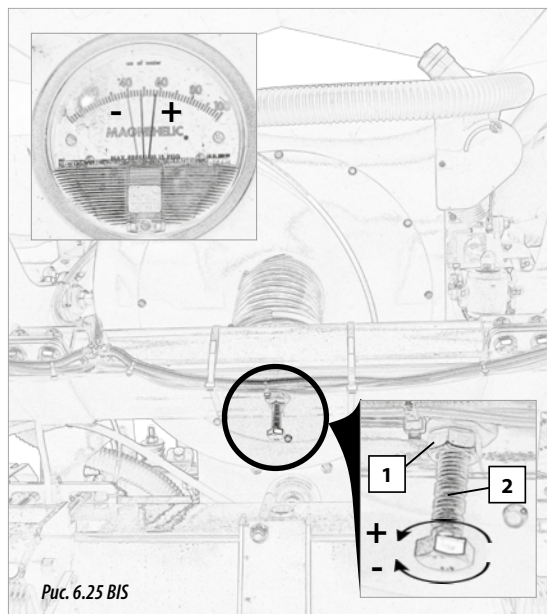

Рис. 6.25 BIS
Тяга всасывания вентилятора измеряется манометром (рис. 6.25). В зависимости от вида семян отрегулировать величину всасывания по следующей таблице:
- 1- Ослабить гайку (1, рис. 6.25 BIS).
- 2- Закрутить винт, чтобы уменьшить давление всасывания, или ослабить его для увеличения данного давления (2, рис. 6.25 BIS).
ПОСЛЕ ИЗМЕНЕНИЯ ПОЛОЖЕНИЯ РЕГУЛИРУЮЩЕГО КЛАПАНА, ПРОВЕРИТЬ ЗНАЧЕНИЯ ДАВЛЕНИЯ С ПОМОЩЬЮ ВАКУУММЕТРА (РИС. 6.25), И ПРИ НЕОБХОДИМОСТИ ОТРЕГУЛИРОВАТЬ РЕЖИМ ВРАЩЕНИЯ ВЕНТИЛЯТОРА С ТЕМ, ЧТОБЫ ЗНАЧЕНИЯ ДАВЛЕНИЯ СООТВЕТСТВОВАЛИ УКАЗАННЫМ В ТАБЛИЦЕ, ПРИВЕДЕННОЙ В РАЗДЕЛЕ 6.4 «ВСАСЫВАЮЩАЯ СИСТЕМА И ВЕНТИЛЯТОР».